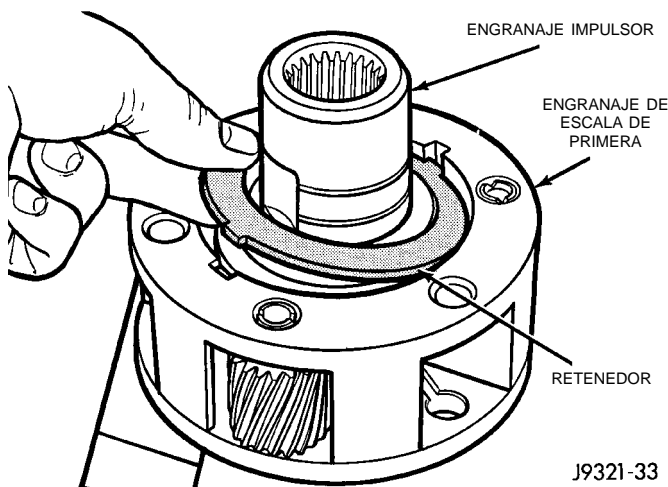

Fig. 39 Desmontaje del retenedor del engranaje impulsor
- (2) Retire el retenedor (Fig. 39).